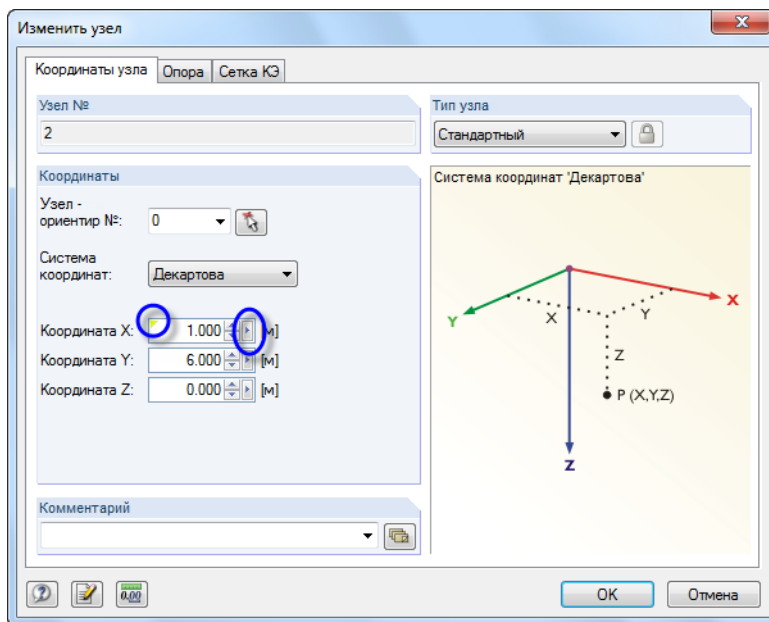

Рисунок 11.139: Диалоговое окно со связанной формулой и функциональная кнопка
- используйте кнопки функций рядом с полями ввода в диалоговых окнах (см. Рисунок 11.139).